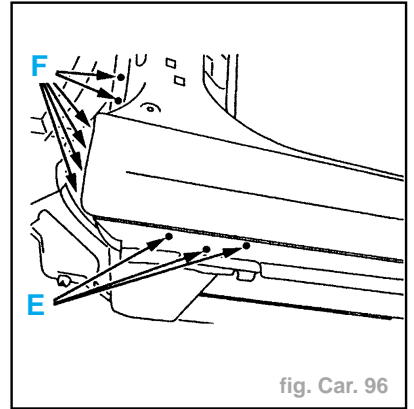

fig. Car. 96
- Souder par points bouchons au MIG (suivant E) (fig. Car. 96).